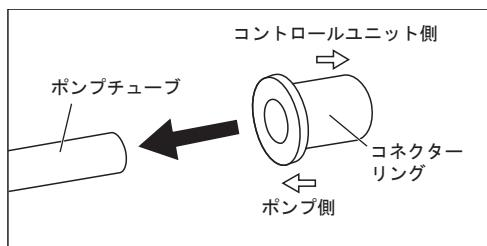

図37
- 6) 新しいポンプ(別売品)のチューブに、コネクターリングを取り付けてください。その際、リングの向きに注意してください。(図 37)